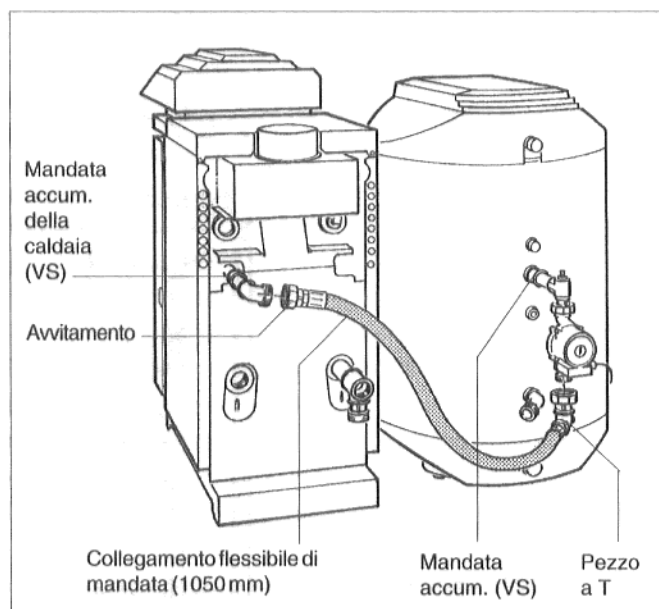

Fig. 6: montaggio flessibile mandata, accum. a sinistra
- Utilizzare il tubo più lungo (1050 mm) per la mandata: applicare le guarnizioni, avvitare il tubo con il pezzo a T alla mandata accumulatore (VS) e con l'avvitamento alla mandata accumulatore della caldaia (VS) (Fig. 6).